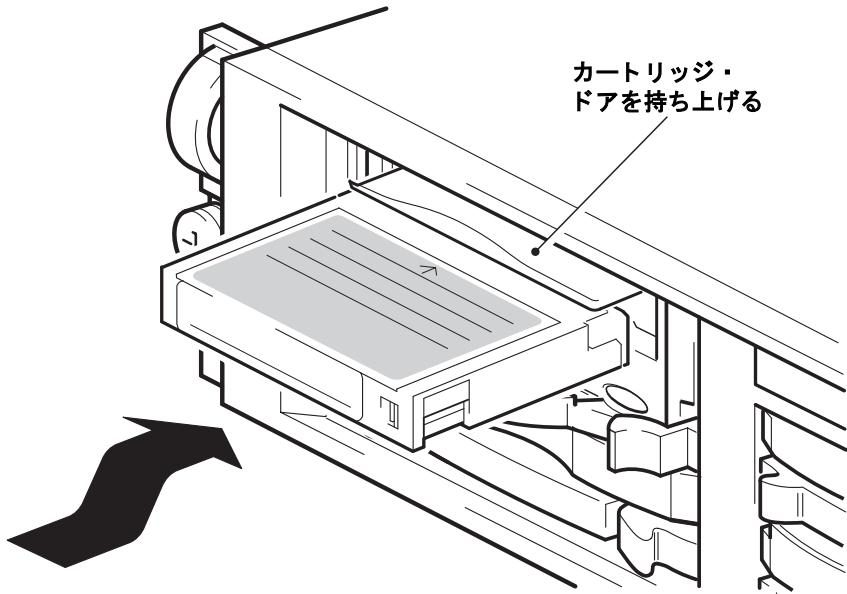

図 6a: カートリッジの装填
- 1 テープ・ドライブの前面にあるカートリッジのふたを上げ、白い矢印がついている面が上に来るようカートリッジを持ち、ドライブの前面にあるスロットに矢印の方向に挿入します。カートリッジがロードされ始めるまで、静かに押し込みます。（図 6a を参照）。